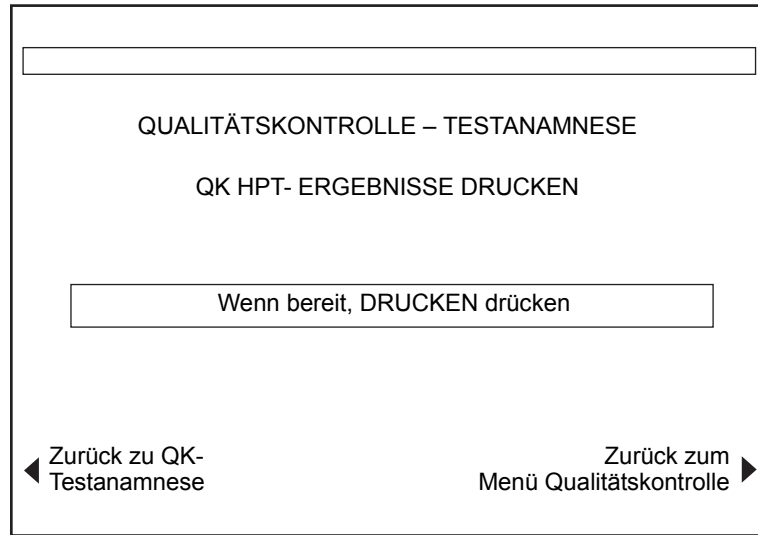

Abbildung 7-15. Bildschirm QUALITÄTSKONTROLLE – TESTANAMNESE DRUCKEN (1)
- b. Wenn eine der Optionen **Nach HPT-Ergebnissen ordnen**, **Nach ACT-Ergebnissen ordnen**, **Nach HEPtrac-Ergebnissen ordnen**, **Alle QK-Ergebnisse übertragen**, **Nicht ausgegebene übertragen**, **Alle QK-Ergebnisse drucken** oder **Nicht ausgegebene drucken** ausgewählt ist, wird der erste der beiden Bildschirme QUALITÄTSKONTROLLE – TESTANAMNESE DRUCKEN angezeigt (siehe Abbildung 7-15). Fahren Sie mit Schritt 5 fort.